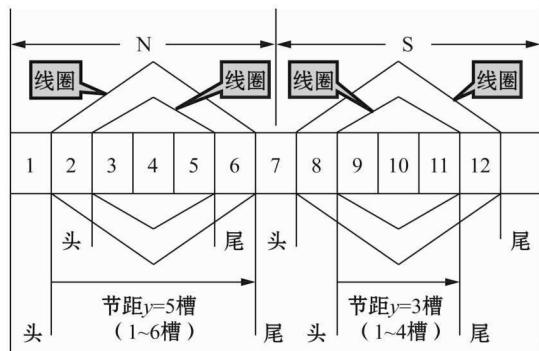

图 2-7 绕组的节距
(2) 绕组的节距  $y$  是指一个线圈的两个有效边所跨距的槽数(见图 2-7)。